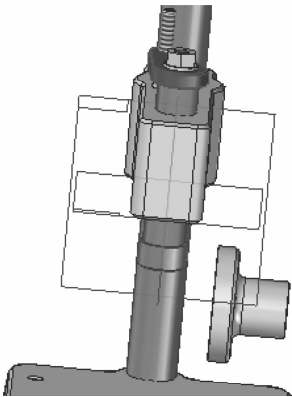

图 8-212 平面对齐装配
(3) 选择如图 8-211 所示的面作为配合平面，进行配合，装配后如图 8-212 所示。